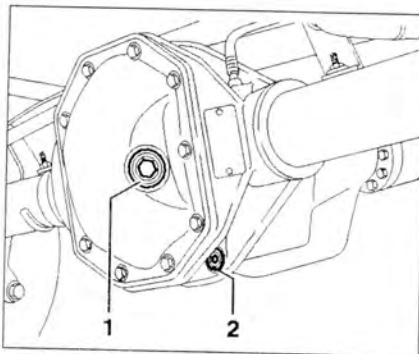

Рис. 1.23. Протрите поверхность вокруг заливной 1 и сливной 2 пробок.
1. Протрите поверхность вокруг заливной 1 и сливной 2 пробки (рис. 1.23).